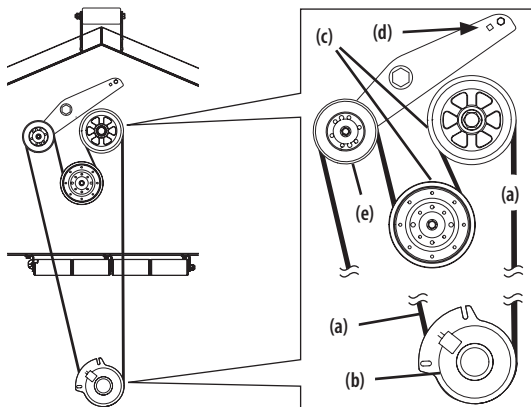

Figura 35
- Coloque la nueva correa de la PTO (a) del embrague (b) y las poleas de la PTO (c) como se muestra en la Figura 35.